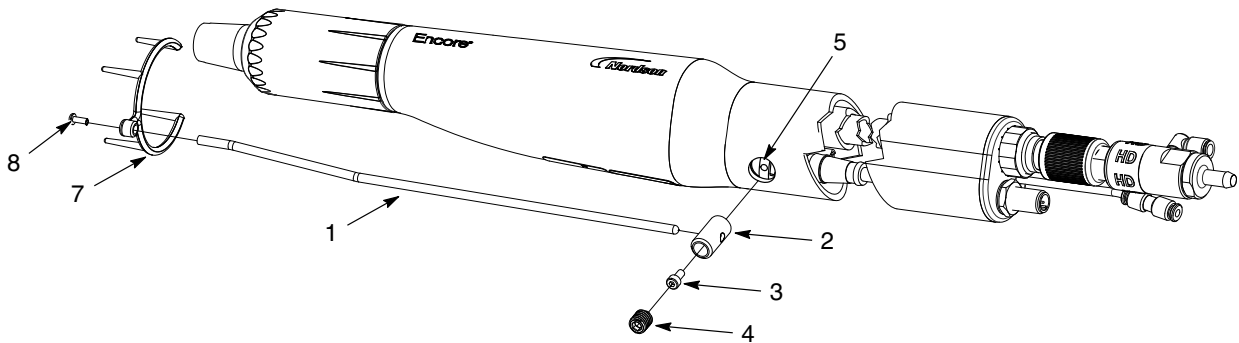

Bild 3-5 Installation av jonfångare – rörmonterad pistol
ANMÄRKNING: Fästhållet för jonfångaren måste installeras mot pistolens framsida, som visas i bild 3-5. Om hålet för jonfångaren är installerad mot baksidan, måste det vändas så att man kommer åt jordningsplattan i pistolkroppens bakre ände. Genomför stegen 1-7 under Demonteringsprocedur för rörmontering på sidan vid behov 7-2 för att ta ut röret, vänd det därefter om och sätt åter samman pistolen.
1. Ta bort pluggen från fästhållet (5) ifall tillämpligt.
2. Se bild 3-5. Skruva fast fästet (2) i jordningsplattan med insexskruven (3).
3. Sätt i kollektorelektroden (1) i fäststycket och fäst den med den nylonspetsförsedda stoppskruven M10 x 10 (4).
4. Fäst ringen med flera spetsar (7) på kollektorelektroden med hjälp av skruven M3 x 8 (8).